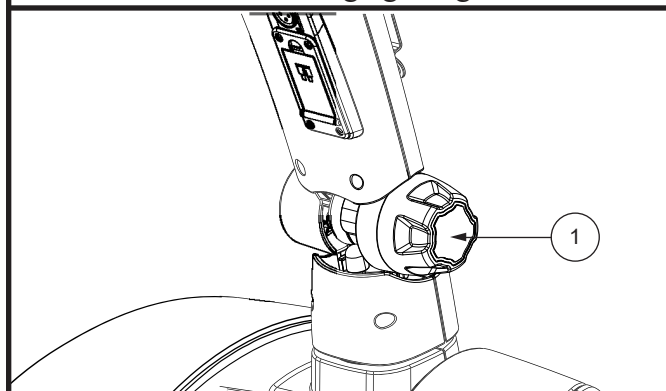

Figure 12. Réglage du guidon
1. Desserrez le bouton de verrouillage dans le sens opposé aux aiguilles d'une montre. Voir la figure 12.